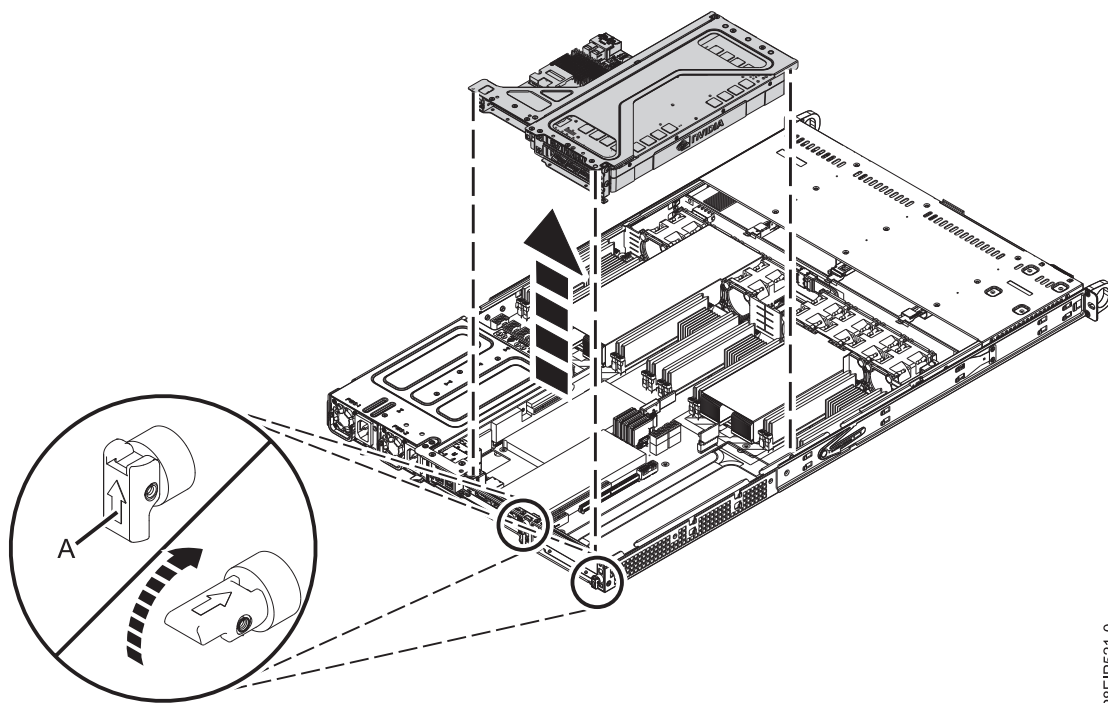

Figura 46. Removendo o riser PCIe
- b. Remova o riser PCIe conforme mostrado na Figura 46 na página 75.
- 1) Retraia os pinos de retenção (A) para que as setas nas guias apontem para o sistema.